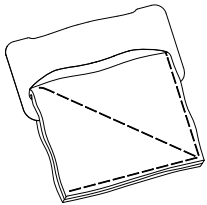
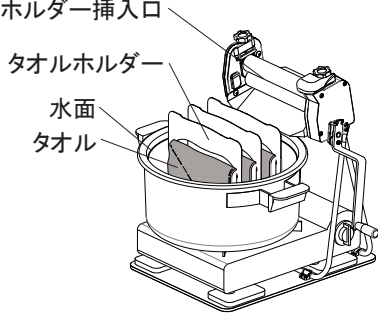

図18
図19
3. タオルホルダーに通したタオルは、図18のように中央で折り返し、しわを伸ばして均一になるように整えてください。
1. 図18で準備したタオルを図19のように一度に数枚浸し、一枚ずつタオルホルダーをつまみ湯から取り出して「ホルダー挿入口」に運んでください。